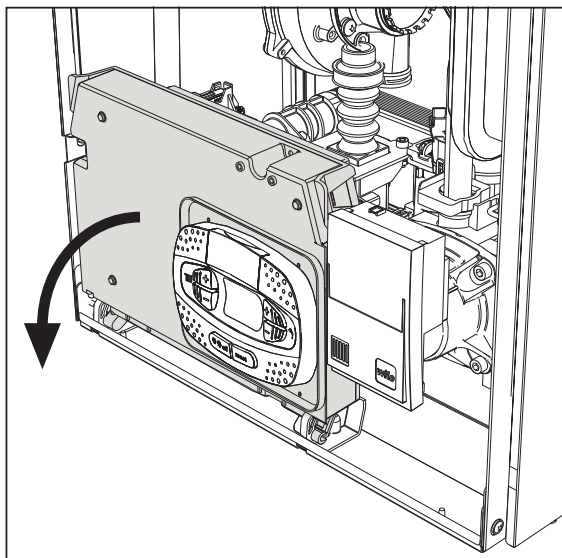
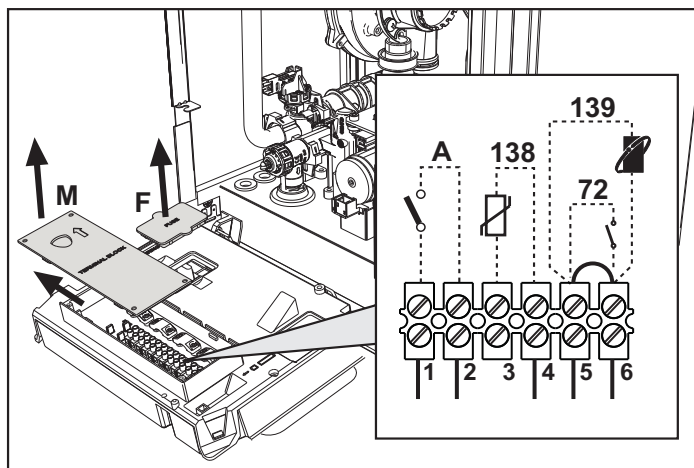

fig. 19
fig. 20
Tras quitar el panel frontal (*** 'Apertura del panel frontal' on page 32 ***) es posible acceder a la caja de conexiones (M) y al fusible (F) como se indica a continuación (fig. 19 y fig. 20). **Los bornes indicados en la fig. 20 deben tener contactos secos (no 230 V).** La posición de los bornes para las diferentes conexiones también se ilustra en el esquema eléctrico de la fig. 61.